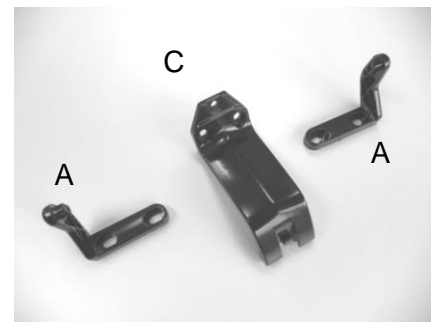

Рисунок 8
- Q. Используйте кронштейны "A" (из комплекта) петлю "C". 05900 (приобретается отдельно) (Рис.8).